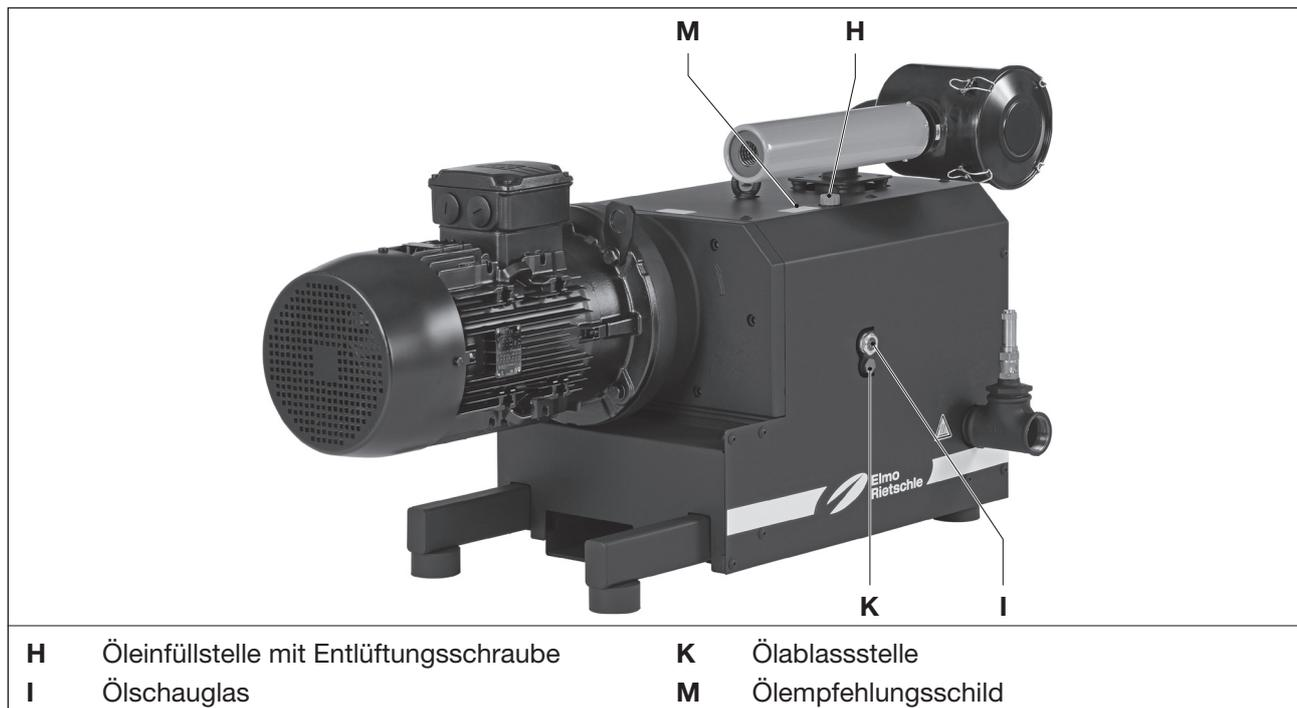

Abb. 7 Ölwechsel
Als Betriebsmittel empfehlen wir die Verwendung der Elmo Rietschle Öle (siehe auch Ölempfehlungsschild (Abb. 7/M)) sowie Tab. 2 auf Seite 30:
Ölstand am Schauglas (Abb. 7/I) monatlich kontrollieren.
- b) Verschluss der Öleinfüllstelle (Abb. 7/H) öffnen und Öl bis zur Oberkante des Schauglases (Abb. 7/I) auffüllen.
- b) Gefäß unter die Ölablassstelle (Abb. 7/K) stellen.
- c) Schraube an der Öleinfüllstelle (Abb. 7/H) öffnen, Ölablassstelle (Abb. 7/K) öffnen und Altöl vollständig ablassen.
- d) Ölablassstelle (Abb. 7/K) verschließen und neues Öl an der Öleinfüllstelle (Abb. 7/H) einfüllen, bis der Ölstand die Mitte des Schauglases erreicht hat.
- e) Schraube an der Öleinfüllstelle (Abb. 7/H) schließen.